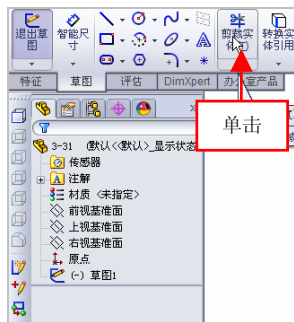

图 3-32 单击【剪裁实体】按钮
(2) 任意选择一条直线，弹出对话框，单击【编辑草图】按钮, 进入草图环境，单击【剪裁实体】按钮, 如图 3-32 所示。